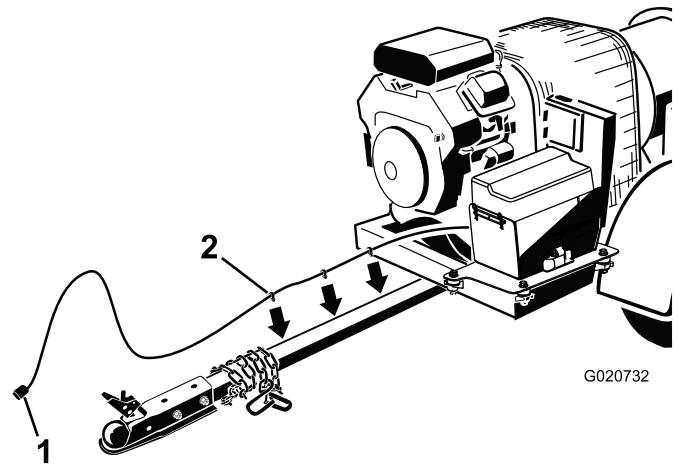

Figura 7
3. Pase el arnés de cables por el lado derecho de la barra del enganche (Figura 7).
4. Inserte los clips del arnés en los taladros del lateral de la barra del enganche para sujetar el arnés (Figura 7).